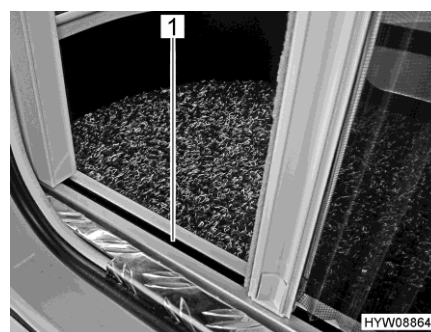

Fig. 19 Moustiquaire (guidage inférieur)
- ▷ Saisir la barre-poignée des deux mains pour fermer et ouvrir. Cela réduit le risque que la moustiquaire se coince dans les guidages (Fig. 19,1).